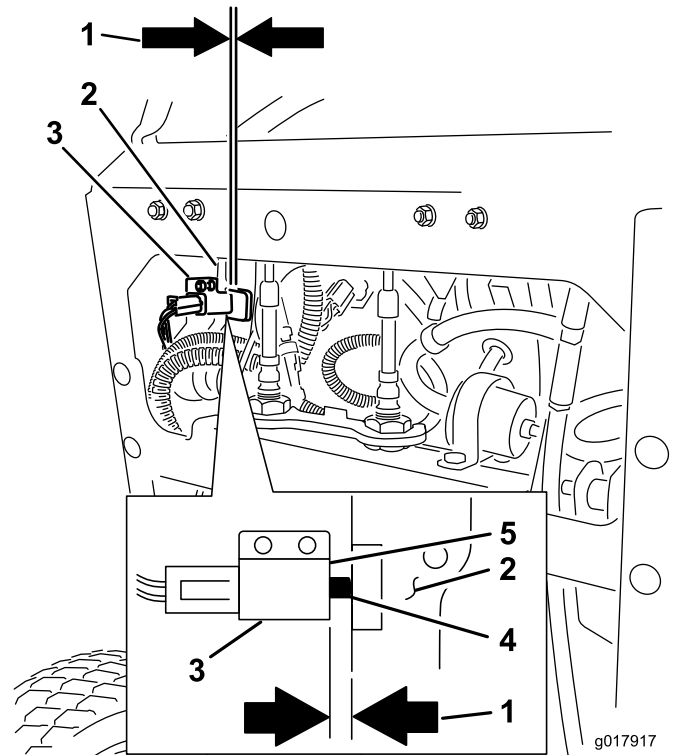

Figura 67
11. Después de ajustar el freno, compruebe el interruptor de la palanca (Figura 67).
12. Compruebe la distancia entre la palanca de freno y la cara del interruptor, según se muestra en Figura 67.